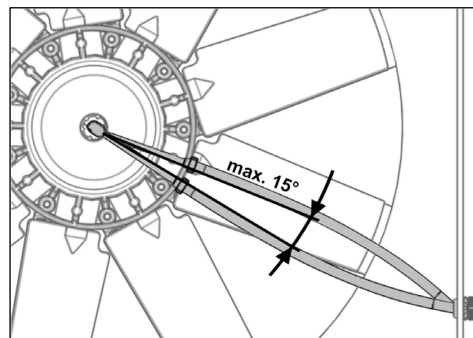

Fig. 30
- ▶ Controleer de spanning en span zo nodig de drukslang opnieuw aan (zie Fig. 30).